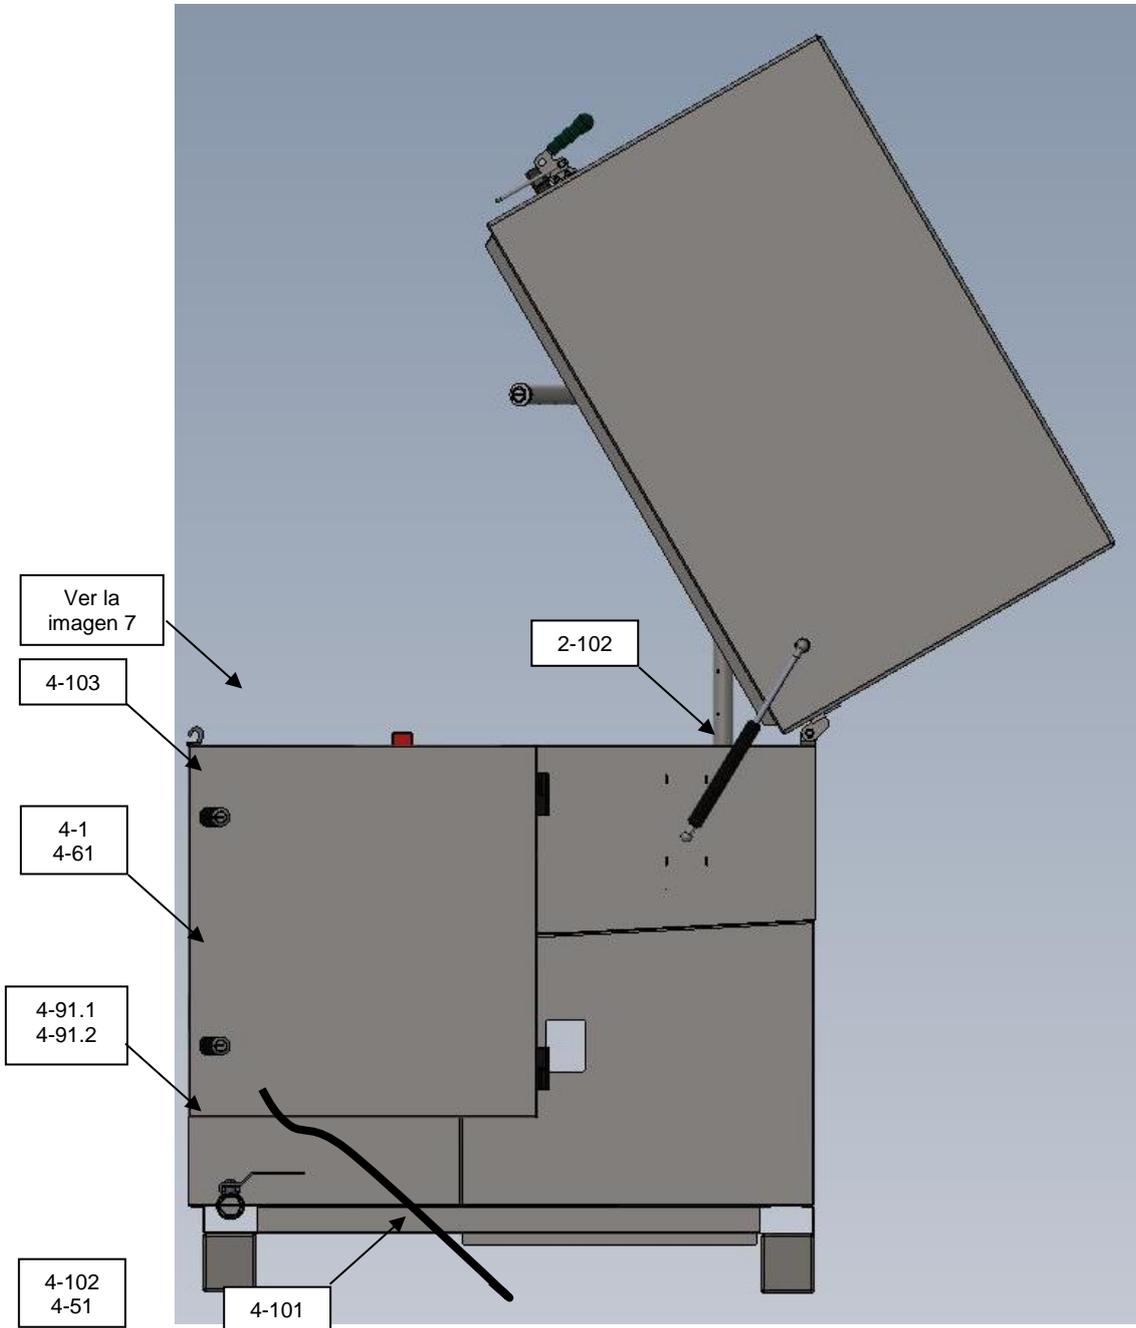

Imagen 4. Vista del lado derecho de la máquina
La válvula de drenaje sirve para vaciar el líquido de la máquina (pos. 4-51) (ver la imagen 4). Para evitar una fuga accidental de líquido por un cierre insuficiente de la válvula, se enrosca en ella un tapón de seguridad (pos. 4-102).
- El cuadro eléctrico (pos. 4-1) (ver la imagen 4) está formado por un tablero de chapa de acero inoxidable con una puerta que se puede abrir y que está asegurada por dos cerraduras (pos. 4-103), lo que protege al operario de la máquina del contacto accidental con los circuitos eléctricos en tensión. Se inserta una junta (pos. 4-61) entre la puerta y el tablero para evitar la entrada de agua en las partes internas del tablero. En su parte frontal se encuentra un interruptor principal de emergencia.
- El calentamiento del líquido se realiza mediante un calentador eléctrico de inmersión (pos. T1) (ver la imagen 4).
- La distribución de los cables se realiza en cubos y cajas de cableado para minimizar el riesgo de daños mecánicos. La alimentación de la red eléctrica está formada por un cable eléctrico terminado con un enchufe de red de cinco polos (pos. 4-101) (ver la imagen 4), correspondiente al uso en instalaciones industriales. Los parámetros de la red eléctrica deben cumplir los requisitos del apartado 3.
- En lo que respecta al entorno de trabajo de la máquina, se proporciona una protección adicional contra las descargas eléctricas mediante el llamado acoplamiento. En la carcasa de la máquina, cerca del cuadro eléctrico, hay un perno para conectar el cable de tierra (pos. 4-91.1 y 4-91.2) (ver la imagen 4).
Advertencia: Utilice siempre la máquina con el cable de tierra del conductor conectado al terminal principal de tierra (pos. 4-91.1 y 4-91.2) (ver la imagen 4).